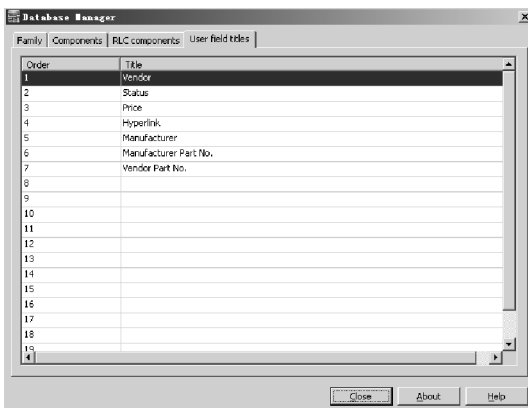

图 2-73 User field titles 选项卡对话框
1) 在 Database Manager 对话框中，选中 User field titles 选项卡。弹出如图 2-73 所示的 User field titles 选项卡对话框。
(5) 复制仿真元器件：在 Multisim 11 的数据库中，公司数据库和用户数据库初次安装后是空的，允许用户创建和修改元器件。而创建一个新元器件涉及大量的参数，有的参数甚至需要厂家提供，以致造成创建元器件模型是一项复杂的工作。所以，常常需要将主数据库中的元器件模型复制到公司数据库或用户数据库中，然后再将元器件模型的个别参数做适当修改，建立所需要元器件的模型。